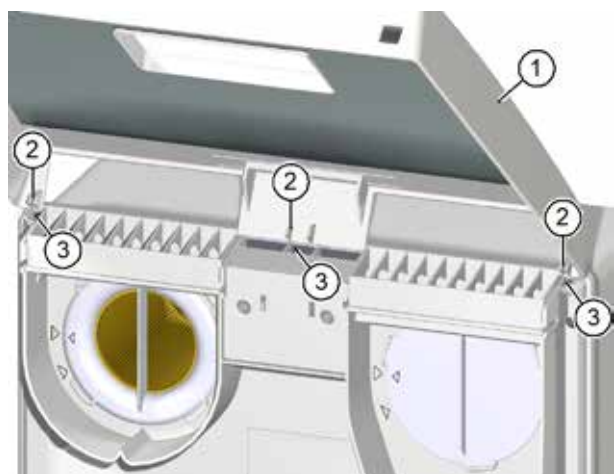

Abb. 16: Deckel auf Lüftungsgerät aufsetzen
- ▶ Fassen Sie den Deckel (Pos. 1 in Abb. 16) des Lüftungsgeräts mit beiden Händen und neigen Sie die Oberkante des Deckels in Richtung Lüftungsgerät.
- ▶ Setzen Sie die Nasen (Pos. 2 in Abb. 16) des Deckels in die Öffnungen (Pos. 3 in Abb. 16) an der Oberseite des Lüftungsgeräts ein.